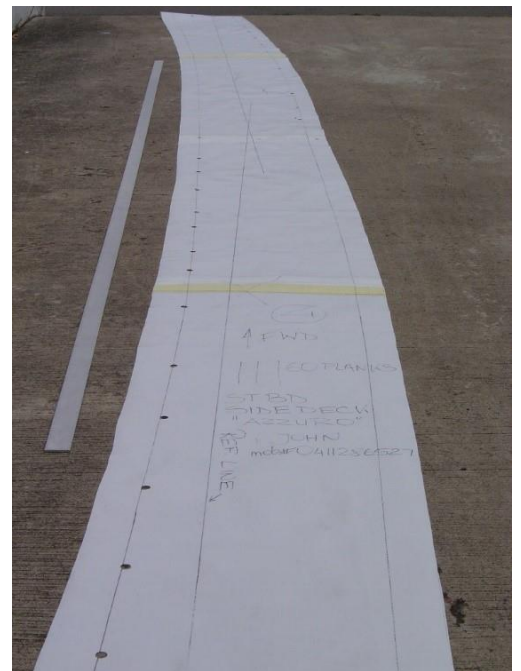

FIGURE 7
9. Pour les gabarits étroits ou de plus de 2,5 à 3 mètres de longueur tracer des lignes droites dans le sens de la longueur des lattes (mettre 2 lignes si nécessaire) afin que de pouvoir réaligner correctement le calepinage lors de la fabrication en atelier (Fig. 7).